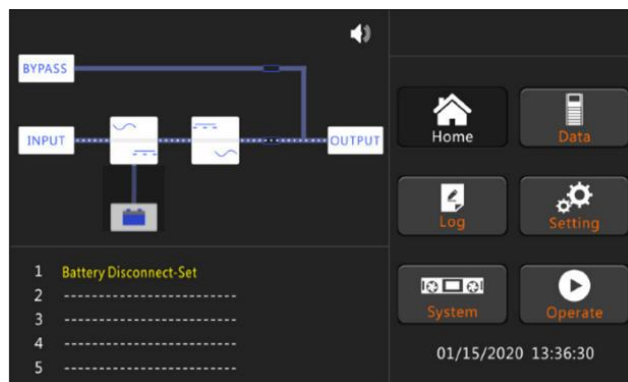

Abb.4-4 LCD des Wechselrichtermodus
7. Nach etwa 30 Sek., wenn der Wechselrichter normal läuft, schaltet die USV von Bypass auf Wechselrichter um, der Bypass-Anzeigebalken ist aus, der Lastanzeigebalken blinkt, wie in Abbildung 4-4 gezeigt.